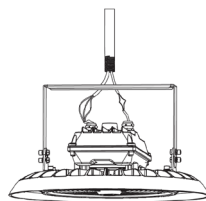

Fig. 9
2. Insérer la tige NPT 1/2 po dans l'orifice du support du luminaire (avec le support en étrier installé). (Fig. 9)